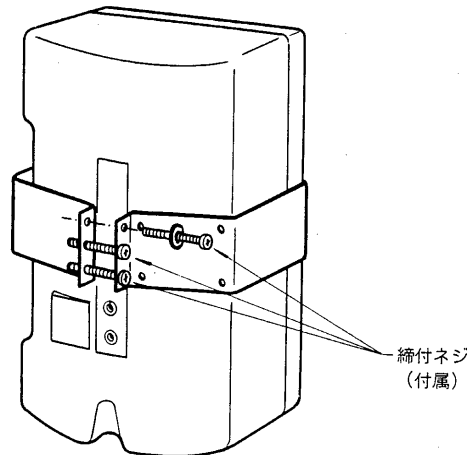

図2
②スピーカ取付金具(A/B)を付属の締付ねじ3本で均等に締め付けてください。(図2)